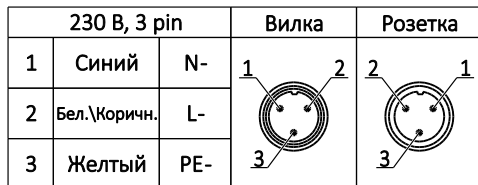

Рисунок 2. Схема подключения питания (при наличии коннекторов).
4.3 Произвести подключение, используя гермовводы из состава светильника, или согласно электрической схеме (рисунок 2) при наличии коннекторов. Соединение светильника с питающим кабелем должно быть выполнено способом, обеспечивающим герметичность (кабельная муфта и пр.).